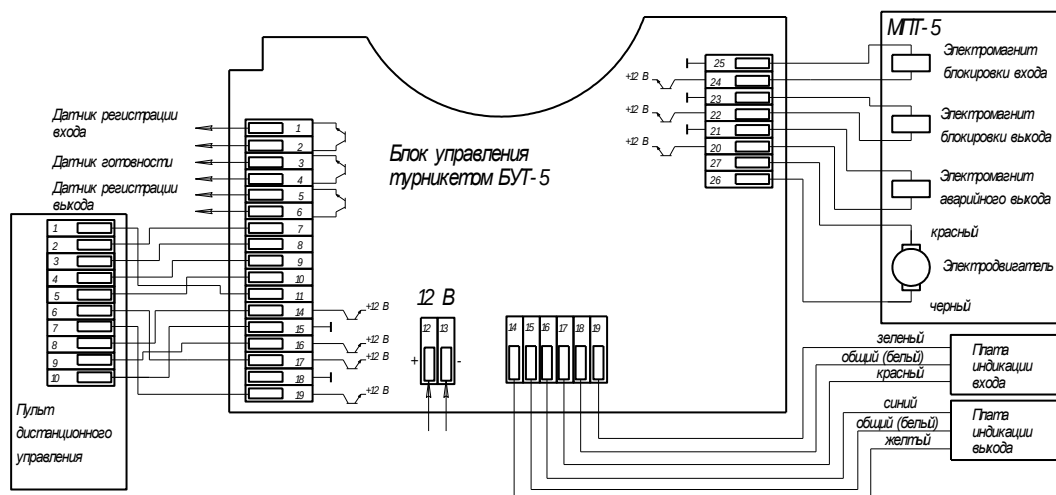

Рис.5
6) Подключить кабели питания и ПДУ к ПУ турникета в соответствии с Рис. 5, заземлить корпус турникета.
7) Подключить кабель СКУД к ПУ турникета в соответствии с Рис.5.